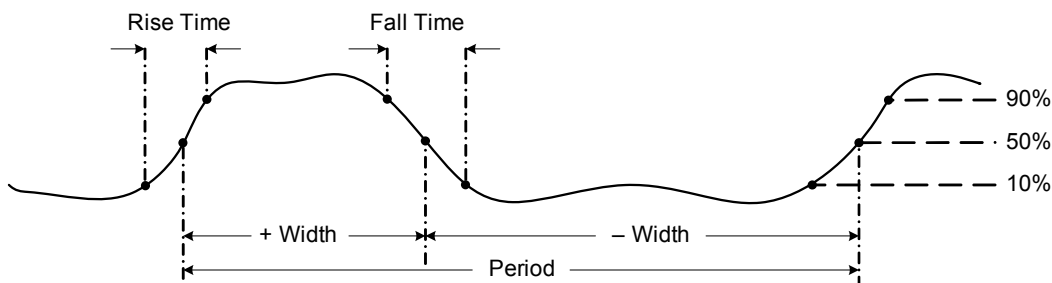

Figura 2-26 Definizione della frequenza
- La frequenza è il numero di cicli completati da un segnale in ciascun secondo. La frequenza è definita come 1/Periodo. Il periodo è definito come il tempo tra gli attraversamenti della soglia media di due estremi consecutivi e con polarità identica, come mostrato in **Figura 2-26**.